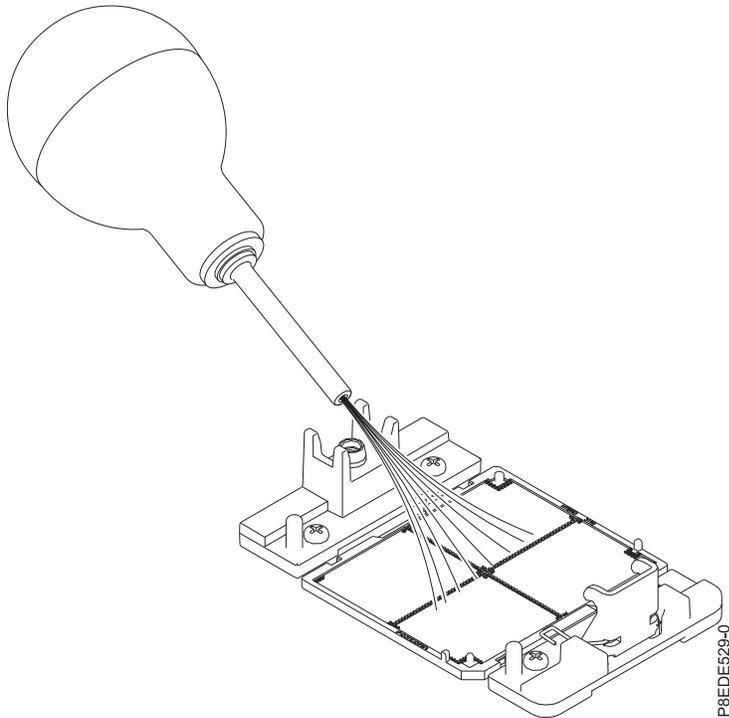

図 128. システム・プロセッサ・ソケットからほこりやごみを除去
- a. システム・プロセッサ・ソケットにほこりやごみが付着している場合は、提供されているエアポンプ (部品番号 45D2645) を使用してソケットをきれいにします。ソケットの中央から四方に向けて空気を少しずつ吹き出します (115 ページの図 128 を参照)。